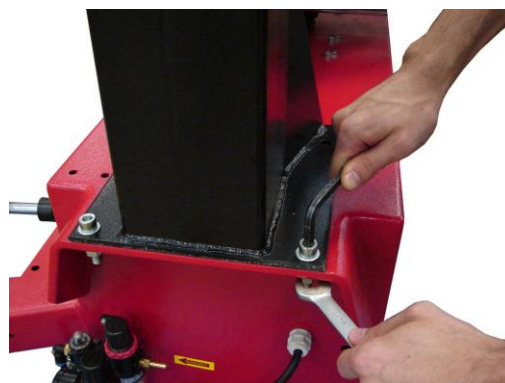

Figura 06
- Instale os 4 parafusos, as arruelas e as porcas fornecidas e fixe-as utilizando uma chave Allen 8 mm e uma chave combinada 15 mm (Figura 06).